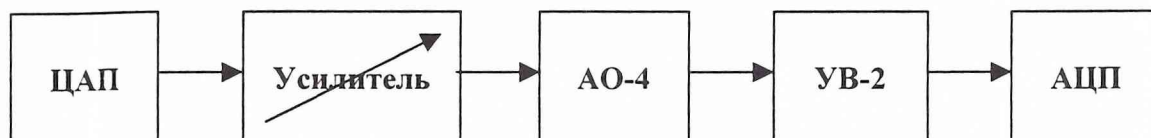

Рис. 3
- 1) Собрать схему в соответствии с рис. 3.